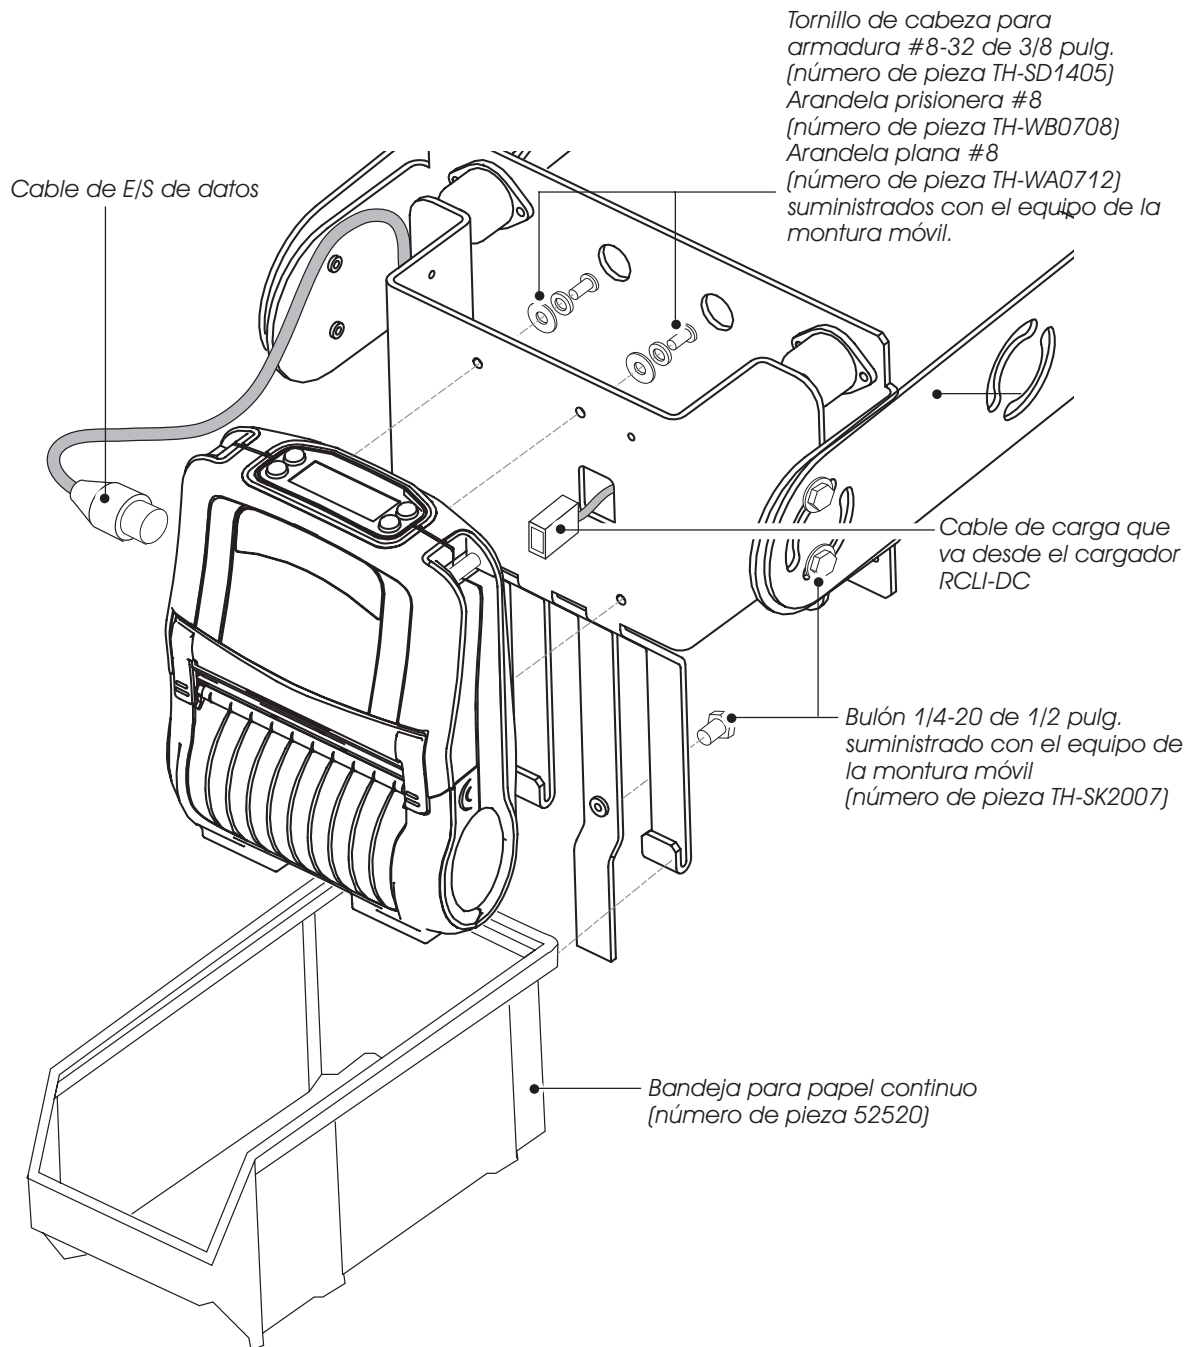

Figura 5:
Ahora se puede instalar la impresora QL 420 en la montura móvil. Fije la impresora al soporte de la montura móvil con (4) tornillos #8-32 de 3/8 pulg., arandelas de presión y arandelas planas. (Consulte la Figura 5). Enchufe el cable de tensión de salida desde el cargador móvil a la parte de abajo de la impresora QL 420. (Nota: Es posible que en algunas instalaciones sea más fácil enchufar el cable del cargador a la impresora antes de fijar la impresora a la montura móvil). Si lo desea, puede utilizar una de las abrazaderas para cables suministradas y un tornillo #6-32 de 1/4 pulg. para fijar el cable en posición.